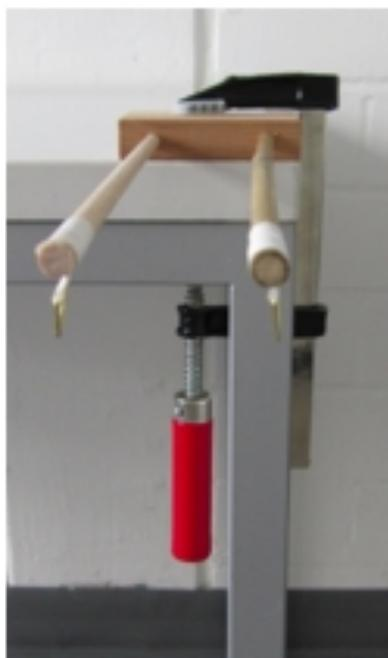

Figura 1: Palos de bambú y madera instalados y listos para hacer la prueba. Imagen cortesía de Sabrina Pulka.
1. Poner el extremo sin gancho del palo de madera y la caña de bambú en el bloque de montaje, fijar el bloque al extremo de una mesa o un banco alto usando la sargenta de carpintero. Usar el nivel para comprobar que los dos palos están montados horizontalmente de forma exacta. Usar la regla para comprobar que la distancia del extremo de la mesa al gancho colocado al final de los dos palos es la misma (figura 1).